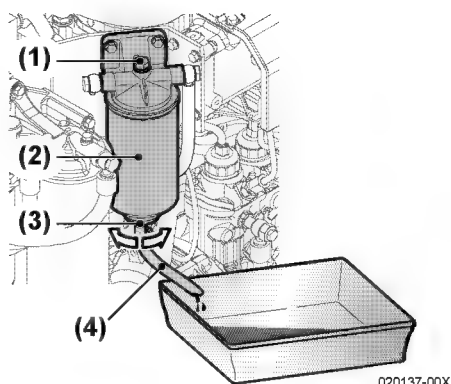

Figure 7
*Note: Si aucune eau ou carburant ne sort du séparateur de carburant /d'eau (**Figure 7, (2)**), desserrez la vis de purge d'air (**Figure 7, (1)**) sur le filtre de carburant en 2 ou 3 fois. Ceci peut arriver lorsque le niveau du carburant est plus bas que la position du séparateur de carburant /d'eau.*
3. Attachez un tube (**Figure 7, (4)**) au bouchon de purge (**Figure 7, (3)**).